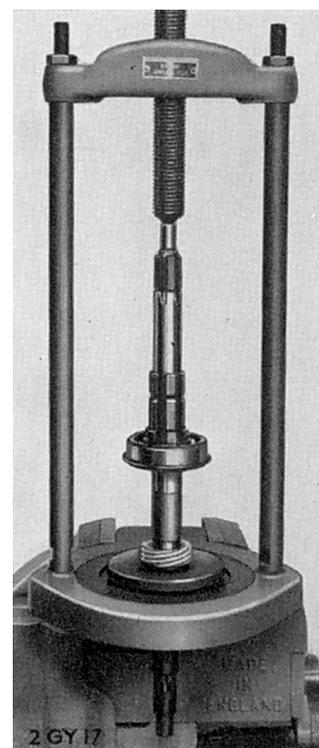

Fig. 37.
Enfoncer ensuite à la presse le pignon d'entraînement du compteur de vitesse (76) sur l'arbre secondaire comme illustré sur la Fig. 37 et engager le grand circlip (101) dans la rainure du roulement à billes.